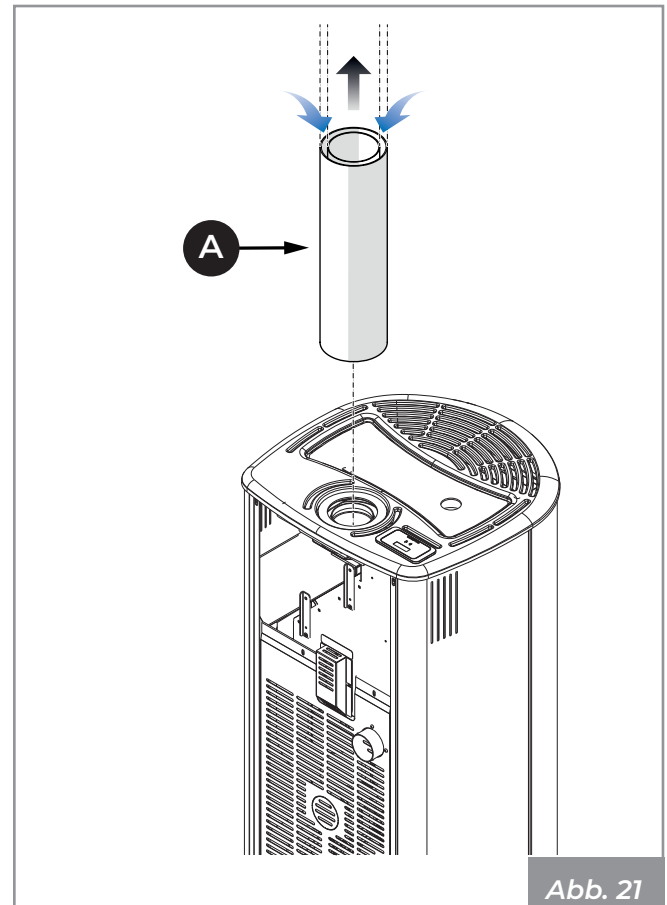

Abb. 21
- Schließen Sie den Koaxialschlauch **(A)** (**Abb. 21**) an.